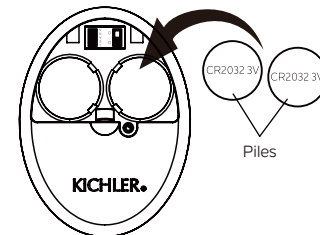

Fig. 30
**Étape 5.** Les boutons contrôlent la vitesse et la lumière du ventilateur comme suit : (Fig. 30)